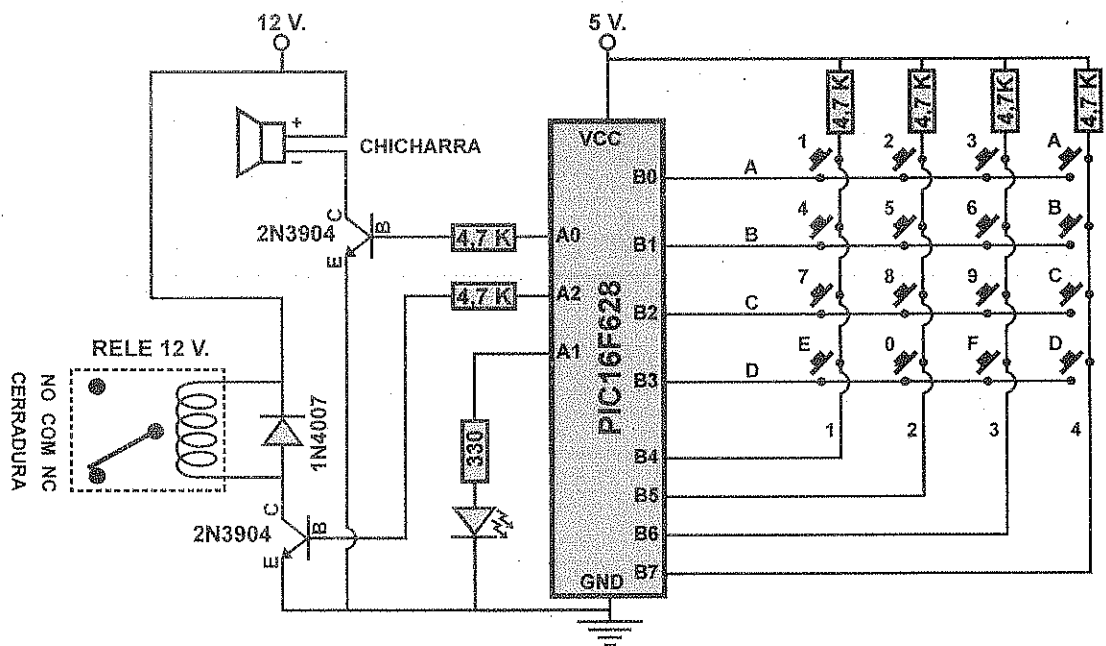

Figura 5.7.2.1. Diagrama de conexión de un teclado hexadecimal con un relé un led y una chicharra, para hacer una cerradura electrónica.
- 1 teclado matricial hexadecimal como el de la figura 5.7.2.3